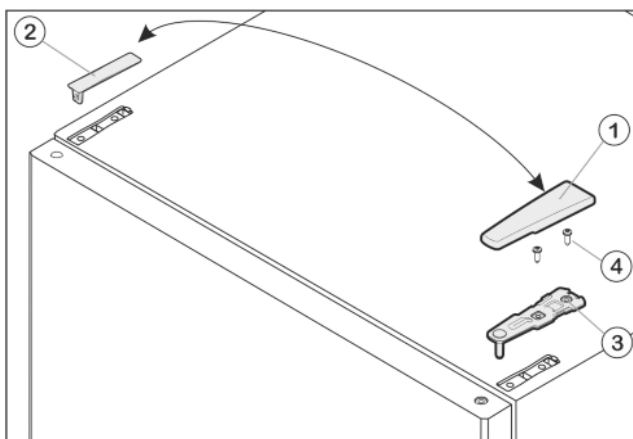

Fig. 8
- ▶ Trageți capacul Fig. 8 (1) în față și în sus.
- ▶ Ridicați capacul Fig. 8 (2).
- ▶ Deșurubați suportul superior al lagărului Fig. 8 (3) (2 șuruburi Torx® 25) Fig. 8 (4) și trageți-l în sus.
- ▶ Introduceți în ușă suportul de lagăr superior Fig. 8 (3), pe noua latură a balamalei.
- ▶ Strângeți **cu șuruburi (cu 4 Nm)** suportul superior al lagărului (2 x Torx® 25) Fig. 8 (4). Eventual punctați în prealabil găurile de înșurubare sau utilizați o șurubelniță cu acumulator.
- ▶ Aplicați din exterior și cuplați capacul Fig. 8 (1) și respectiv capacul Fig. 8 (2) pe partea opusă.